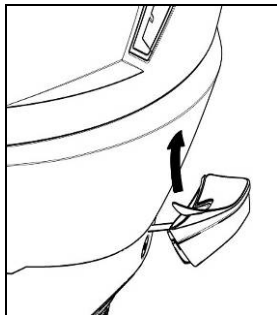
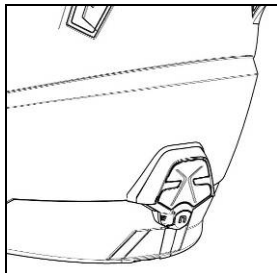

Fig. 8
Fig. 9
- Verwijder de folie van de dubbelklever van de adapter van de helm (Fig. 8) en breng het systeem ESS aan op de kap (Fig. 9).